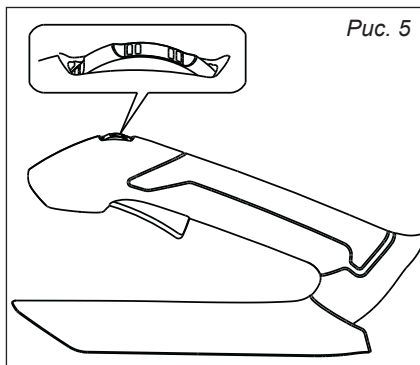

Рис. 5
7.2. Управление скоростью (*рис. 5*)